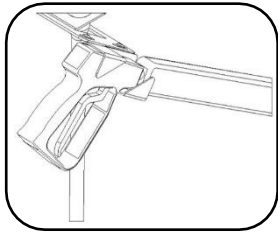

Fig.7
- 3** - La lance est rangée (Fig.7).